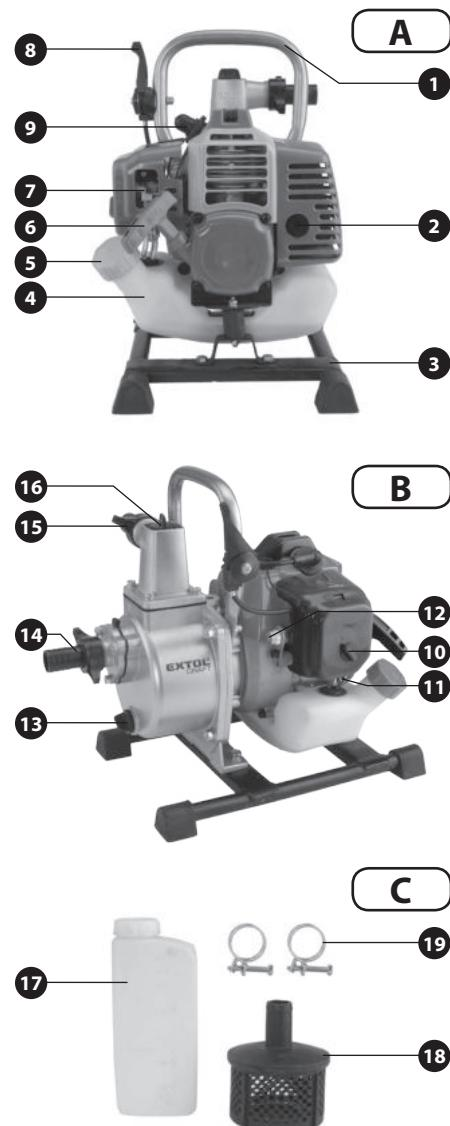

Abb. 1
- Setzen Sie in den Eintritt des Saugschlauches immer den Saugkorb ein (Abb. 1 C, Position 18). Der Saugkorb verhindert das Ansaugen von groben mechanischen Teilen und Gegenständen in den Schlauch und somit eine Verstopfung vom Schlauch oder das Fressen der Pumpe. Sollte sich im Falle der Pumpe 414502 die Saugtiefe im Bereich von 3-8 m bewegen, installieren Sie am Schlaucheingang einen Saugkorb mit Rückschlagklappe, siehe Kapitel Technische Daten, Absatz 2). Die Pumpe 414503 braucht zwar zum Erreichen der Saugtiefe von 8 m keine Rückschlagklappe, es ist jedoch darauf hinzuweisen, dass der Durchfluss der gepumpten Flüssigkeit niedriger sein wird. Um den Durchfluss zu erhöhen, kann aber ein Saugkorb mit einer Rückschlagklappe benutzt werden.